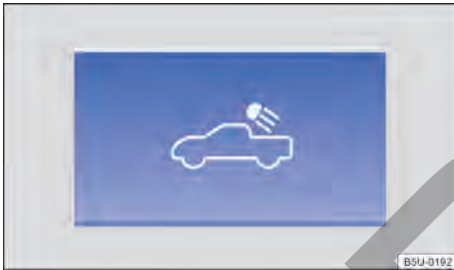

Fig. 71 En la consola central: tecla de iluminación del compartimento de carga.
- Para *conectar*: presionar la tecla → fig. 71 en el panel de instrumentos.
- Para *desconectar*: presionar nuevamente la tecla → fig. 71 en el panel de instrumentos, desactivar la luz de posición o conectar el encendido del vehículo.